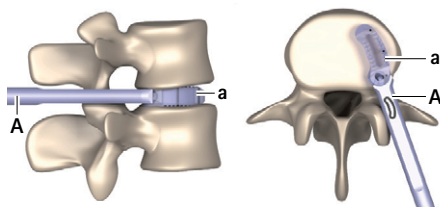

Rys. 9 Implant w podstawce do napełniania implantów
- Włożyć implant **a** do podstawki do napełniania implantów **E**, patrz Rys. 9. Zwrócić przy tym uwagę na długość implantu (napis na podstawce do napełniania implantów: L26/L30/L34).